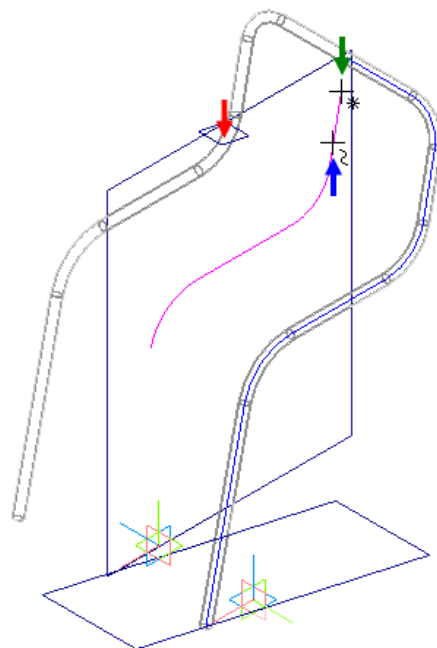

Рисунок 35.
- Укажите первый отрезок в эскизе траектории (синяя стрелка) и его начальную точку (зеленая стрелка) — будет построена вспомогательная плоскость (красная стрелка) (рис. 35).